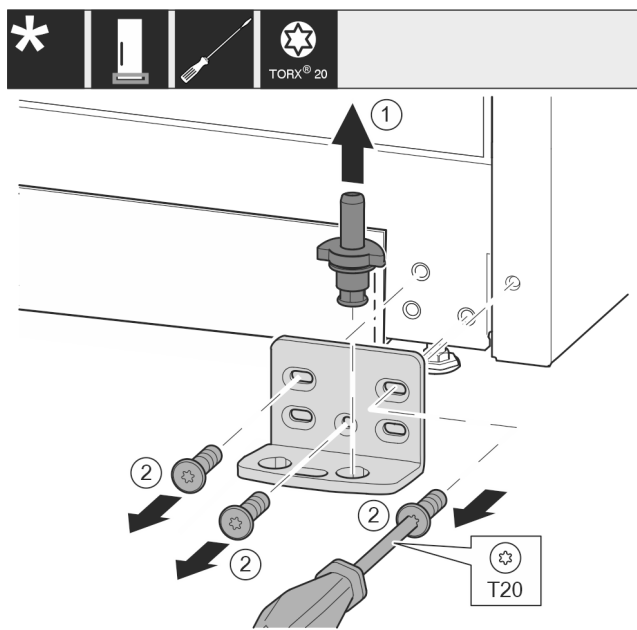

Fig. 15
- Extraiga el perno de cojinete completo hacia arriba. Fig. 15 (1)
- Desenrosque los tornillos con el destornillador T20 y retire el soporte de cojinete. Fig. 15 (2)